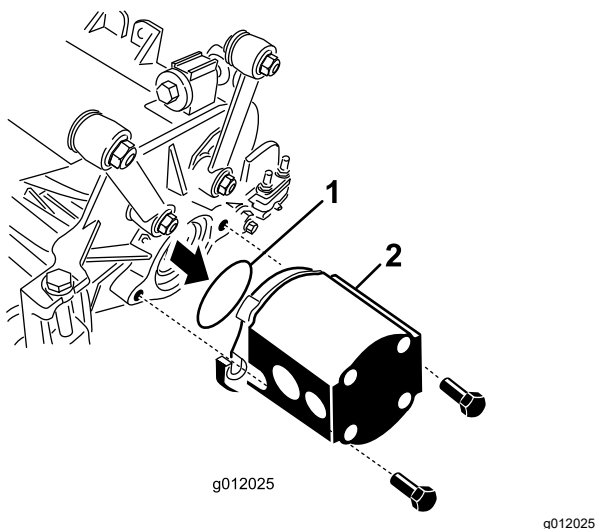

Figura 25
5. Insira o anel de vedação em O (fornecido com a unidade de corte) no flange do motor de acionamento (Figura 25).
6. Monte o motor na extremidade de acionamento da unidade de corte e prenda-o com 2 parafusos de remate fornecidos com a unidade de corte (Figura 25).